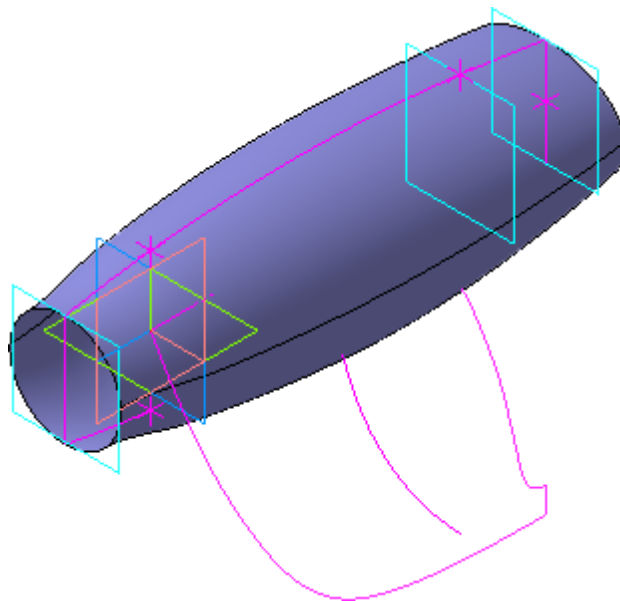

Рисунок 6.
- Нажмите кнопку Создать объект  на Панели специального управления (рис. 6).